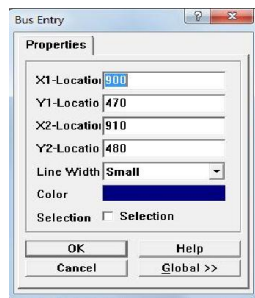

图 4.32 Bus Entry 属性对话框
(1) 执行绘制总线出入口的命令，有三种方法：
- ① 执行菜单命令 Place/Bus Entry。
- ② 按下 **P** 键，松开后按下 **U** 键。
- ③ 用鼠标左键单击 Wiring 工具栏中的  按钮。
(2) 此时，工作平面上会出现带着“\”或“/”形状总线出入口的“十”字光标。如果总线分支的方向不合适，可以按 **Space** 键进行转换调整。
(3) 移动“十”字光标，将分支线拖到总线位置后，单击鼠标左键即可以放置总线出入口。
(4) 重复上面的操作，完成所有总线出入口的绘制。然后单击鼠标右键或按 **Esc** 键回到闲置状态。
(5) 用鼠标双击绘制好的总线出入口，弹出 Bus Entry 属性对话框，如图 4.32 所示。